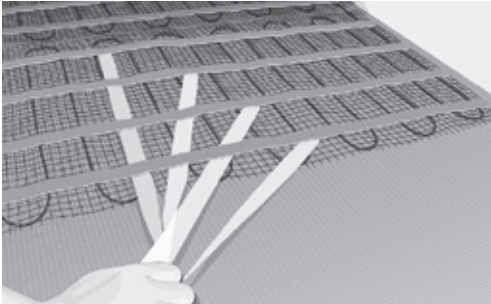

Fig. 8. Klebeband entfernen und Mattenverlauf fixieren
12. Sobald die Matte(n) gemäß Ihrer Zeichnung positioniert und gut an die Bodenfläche angepasst ist/sind, befestigen Sie die Matten auf dem Boden, indem Sie die Auskleidung vom doppelseitigen Klebeband entfernen und das Klebeband leicht andrücken. Fahren Sie mit dem Vorgang fort, bis die gesamte Matte fixiert ist (Abb. 8).